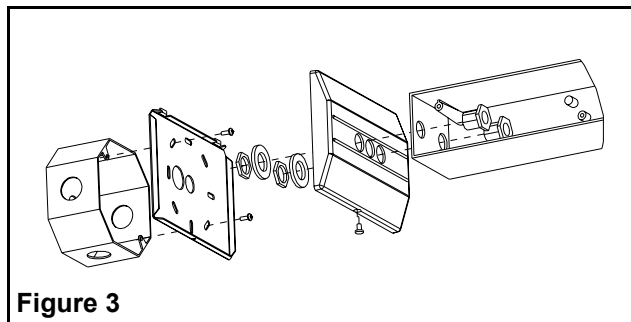

Figure 3
2. Sur la plaque de fixation, défoncer les débouchures appropriées afin de fixer la plaque sur la boîte de jonction - vérifier l'orientation qu'aura le boîtier du luminaire (voir fig. 3).
5. Fixer le boîtier du luminaire au pavillon à l'aide du matériel fourni. Introduire le raccord fileté par l'intérieur du boîtier du luminaire, traverser la débouchure du pavillon, suivi de la rondelle de nylon et de l'écrou (qui doit être à l'intérieur du pavillon). Voir fig. 3.